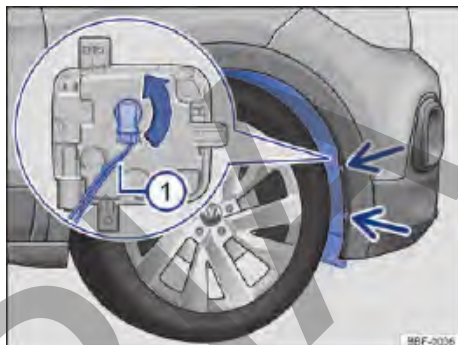

Fig. 205 En la caja de la rueda delantera: acceso a la bombilla del farol de neblina.
- ① Observar la lista de control y ejecutar las acciones → pág. 267.
- ② Retirar los tornillos de fijación del guarnecido del pasarruedas → fig. 205 (flechas) con la ayuda de un destornillador.
- ③ Tomar el guardabarros de los bordes entre los agujeros de los tornillos de fijación sueltos y presionar un poco hacia el lado interior del vehículo, para poder soltar el clip de adentro.
- ④ Rebatir con cuidado el guardabarros hacia el costado.
- ⑤ Desencajar el conector de alimentación de la lámpara → fig. 205 ①, presionar al mismo tiempo, la traba de fijación del conector.
- ⑥ Girar el portalámpara → fig. 205 (flecha), en sentido antihorario hasta el tope, y desencajarlo del alojamiento.
- ⑦ La lámpara del farol de neblina está fijada en el portalámparas, debiendo cambiarse el conjunto de lámpara y portalámparas.
- ⑧ Cambiar la bombilla quemada por una bombilla nueva del mismo modelo.
- ⑨ Presionar el portalámparas en el farol y girarlo en sentido horario hasta el tope.
- ⑩ Asegúrese de que el portalámparas esté correctamente fijado al farol.
- ⑪ Encajar el conector de alimentación → fig. 205① en el portalámparas, el conector debe encajarse audiblemente.
- ⑫ Rebatir nuevamente el revestimiento de la caja de la rueda, de modo que el clip de adentro encaje.
- ⑬ Volver a colocar los tornillos de fijación → fig. 205 (flechas) y ajustarlos.